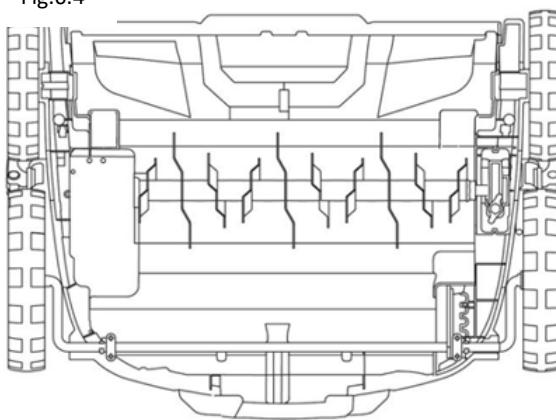

Fig.6.5
101. Utilização do rolo arejador (Fig. 6.5)
- Inserir o sistema de lâminas do arejador, invertendo o procedimento de remoção do sistema de lâminas de escarificação (Fig. 6.5).